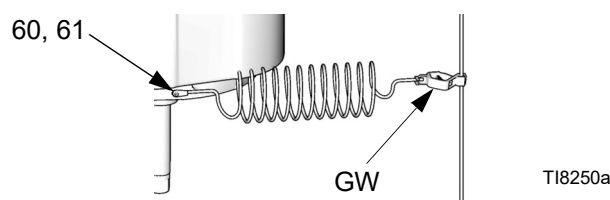

FIG. 2. Jordledning
Se FIG. 2. Anvend skruen til jordforbindelse (60) og låsepakskive (61) til at fastgøre delnr. 244524 jordledning (GW) til luftmotorens bagside. Stram skruen forsvarligt. Slut den anden ende af jordledningen til en sikker jordforbindelse.